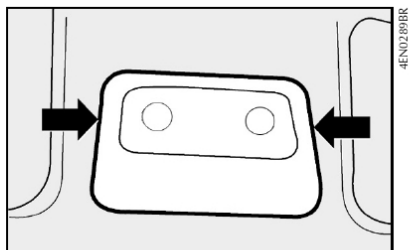

fig. 59
4) com uma chave de fenda nos pontos indicados pelas setas, remover o conjunto de luz interna montado a pressão pelas travas **fig. 59**;
Algumas versões podem apresentar conjunto de luz interna como o representado na **fig. 59**.